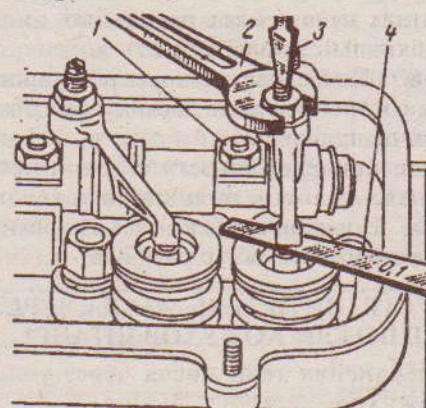

Рис. 2.54. Регулировка тепловых зазоров в клапанном механизме: 1 – гайка; 2 – ключ; 3 – отвертка; 4 – шуп
- ✓ проверить затяжку гаек 1 (рис. 2.54), крепящих валики коромысел; при необходимости произвести дотяжку гаек;
- ✓ используя ключ 2 и отвертку 3 проверить щупом 4 (см. рис. 2.54) и при необходимости отрегулировать величину зазора между клапанами и коромыслами первого цилиндра. Величина зазора должна быть для впускных клапанов 0,08...0,10 мм, для выпускных – 0,10...0,12 мм. Следует помнить, что клапаны с большей головкой – впускные, с меньшей – выпускные. После регулировки проверить величину зазора – щуп должен протягиваться с небольшим усилием;